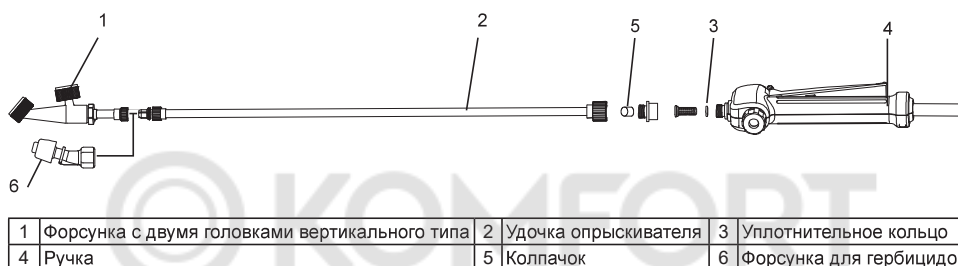

Рис. 1
2. Убедитесь, что уплотнительное кольцо на месте, затем навинтите удочку для опрыскивателя на ручку и надежно затяните. См. Рис. 1.